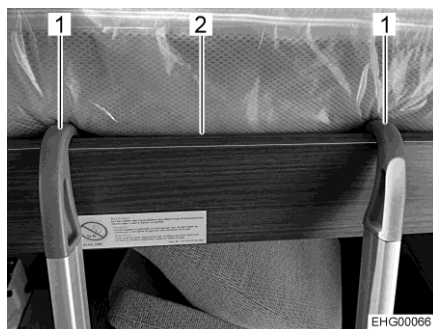

Fig. 93 Échelle de montée (lit escamotable)
- Accrocher l'échelle de montée à la bordure (Fig. 93,2) du lit escamotable à l'aide des deux étriers (Fig. 93,1). Veiller lors de l'accrochage à ce que les étriers reposent sur les fixations intérieures. Un décalage latéral de l'échelle de montée est ainsi exclu.
- Décrocher l'échelle de montée (Fig. 93,1).